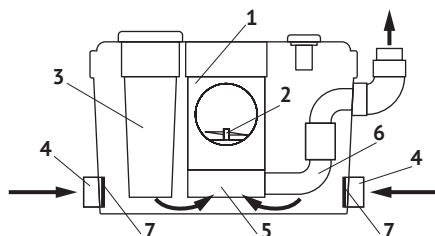

Рис. 2
душевых кабин (2). Сточные воды отводятся в канализацию через выходное отверстие (3). Обратный клапан, установленный в выходном патрубке (см. рис. 2, поз. 6) идущем от насоса, предотвращает возврат откаченной воды в станцию. На крышке корпуса станции (6), расположено вентиляционное отверстие с фильтром (4). Внутри крышки находится электромеханический микро-выключатель (5), который включает, либо отключает насос в зависимости от уровня воды в накопительном бачке станции.
Сточная вода из унитаза поступает в чашу-фильтр (1), в которой расположен измельчитель (2) насоса (5), и стекает в накопительный бачок канализационной насосной станции (см. рис. 2). Жидкость из писсуаров, биде,